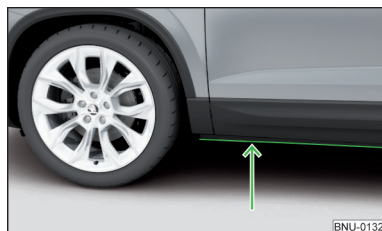

Fig. 247
- Determine la profundidad del agua antes de un vadeo. El nivel del agua debe llegar como máximo al borde inferior del larguero inferior » fig. 247.